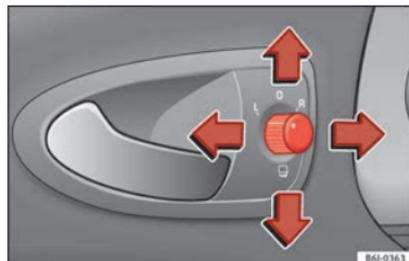

Fig. 97 Mando de los retrovisores exteriores.
1. En primer lugar, gire el mando » **fig. 97** hasta la posición **L (retrovisor izquierdo)**.
- Gire el mando »» **fig. 97** hasta la posición para plegar los retrovisores exteriores. Para evitar daños en el vehículo, deberá plegar los retrovisores exteriores siempre que utilice un túnel de lavado automático.